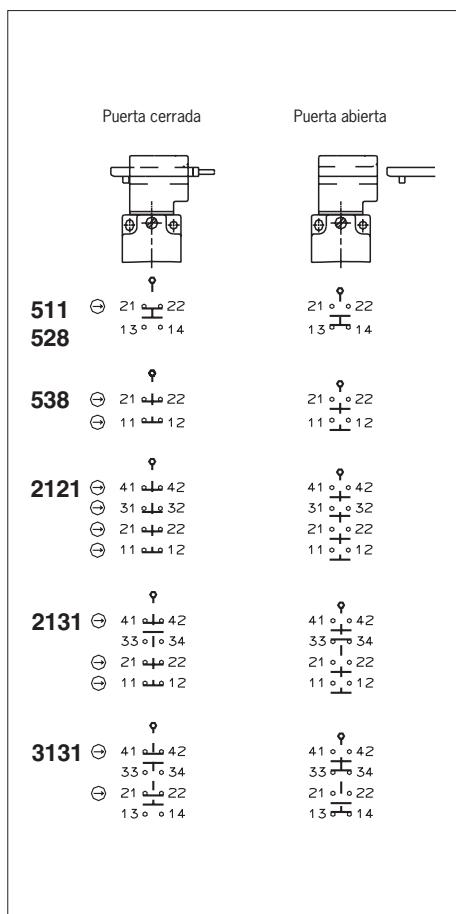

Fig. 2: Elementos interruptores y funciones de conmutación
Debe usarse como mínimo un contacto →. Este señaliza el estado del bloqueo (para la asignación de contactos, consulte la Fig. 2).
- Apriete las conexiones y los bornes con 0,5 Nm (para la asignación de contactos, consulte la Fig. 2).